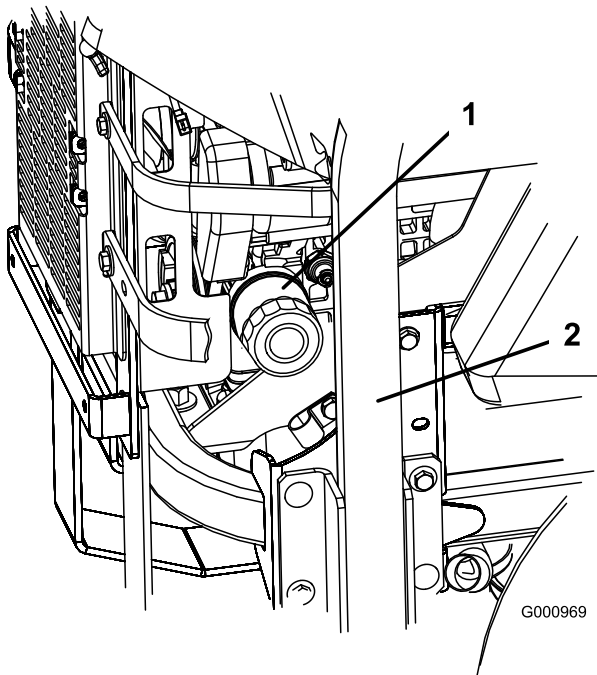
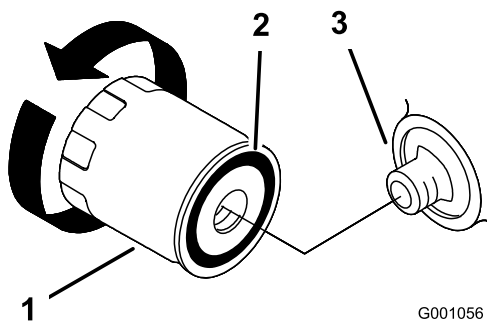

Figure 45
Figure 46
3. Tournez le filtre dans le sens anti-horaire pour le déposer (Figure 45 et Figure 46).